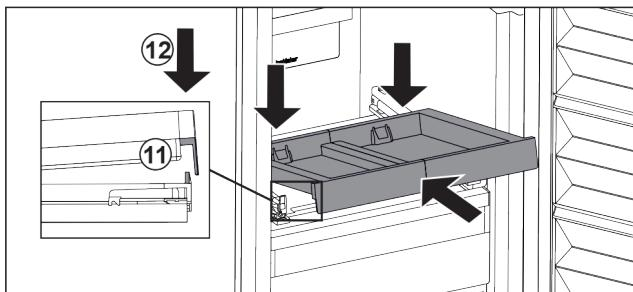

Fig. 26
- Šikmo zasuňte. Dbejte, aby byl na obou stranách doraz za západkou. Fig. 26 (11)
- Usadte vpředu vysouvací příhrádku. Fig. 26 (12)